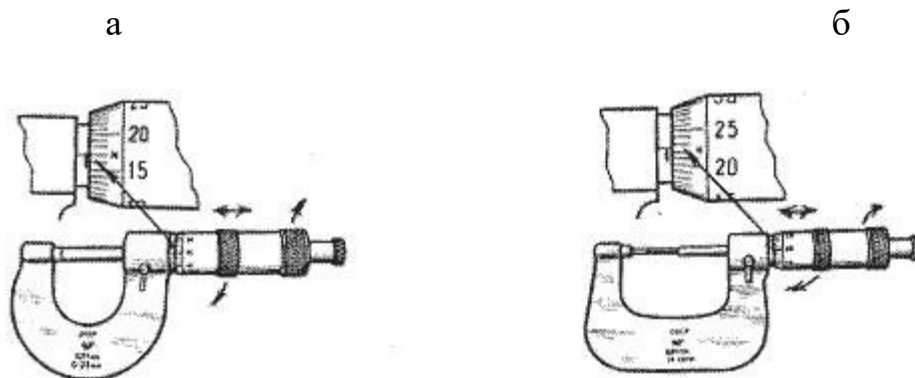

Рис. 11
При невозможности установки нуля, допускается принять условный нуль отсчета, например на рис. 11а и б, показаны случаи несовпадения нуля на величины $+ 0,17$ мм и $+ 0,22$ (5), в этих случаях от значений показаний